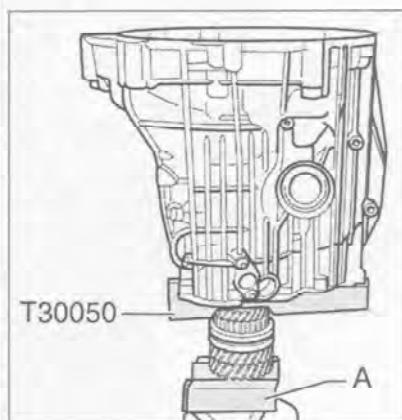

Рис. 7.91. Зажмите входной/первичный вал в тисках с защитными накладками (А). Установите линейку T30050 на шестерню 3-й передачи.
1. Зажмите входной/первичный вал в тисках с защитными накладками (А) (рис. 7.91).